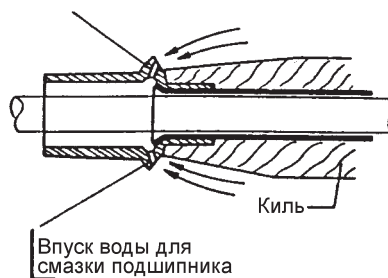

Рис. 2
- задняя часть киль должна быть как можно более тонкой (рис. 2). Отверстия во втулке предназначены для смазки подшипника водой.